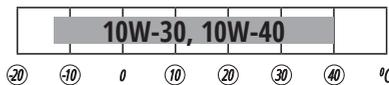

Fig. 9
4. Retirez le capuchon de vidange situé sur le moteur sous le couvercle de la sonde d'huile avec une clé (Fig. 9).